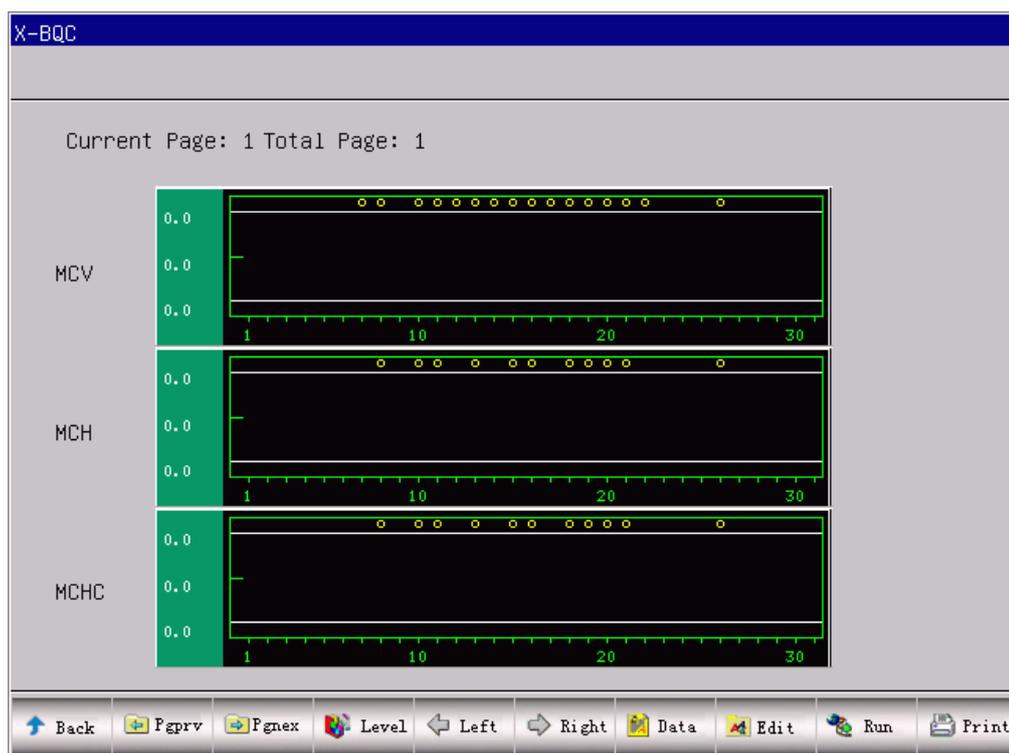

Рисунок 5-15 X-B QC
(1) График QC
Нажмите "Back" или на окне QC Run или выберите соответствующий режим на диалоговом окне QC Mode (В QC Mode dialog box), войдите в окно X-B QC, как показано на Рис. 5-15 в котором оператор может просмотреть результаты QC по 3 параметрам. После окончания измерения группы образцов, результаты MCV, MCH и MCHC будут представлены точками на графике. Например, "X-BQC Run" включён (ON) и "Sample num" - 20, после 20 измерений, система подсчитает значения X-B QC и обозначит соответствующими точками на графике